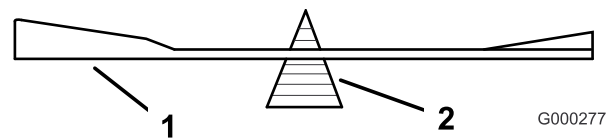

Bild 111
2. Prüfen Sie die Auswuchtung des Schnittmessers auf einer Ausgleichmaschine (Bild 111).